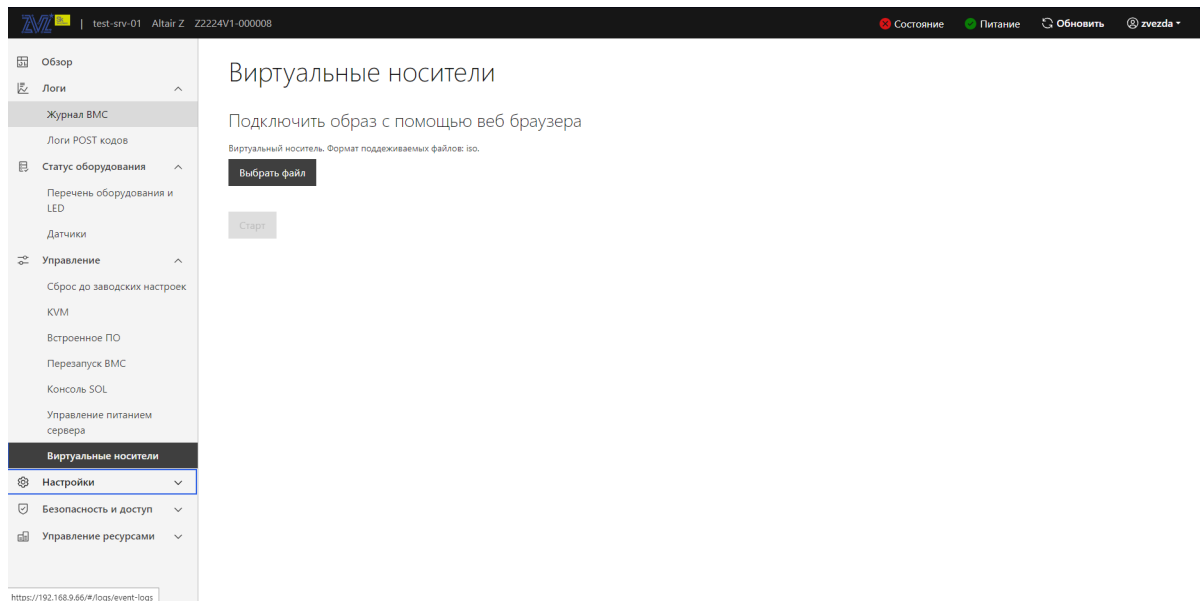

Рис. 82. Окно «Виртуальные носители»
- 7) Пройдите во вкладку «Управление» → «Виртуальные носители» в данной вкладке осуществляется виртуальное подключение периферийных устройств. Окно показано на рис. 82 Окно «Виртуальные носители»